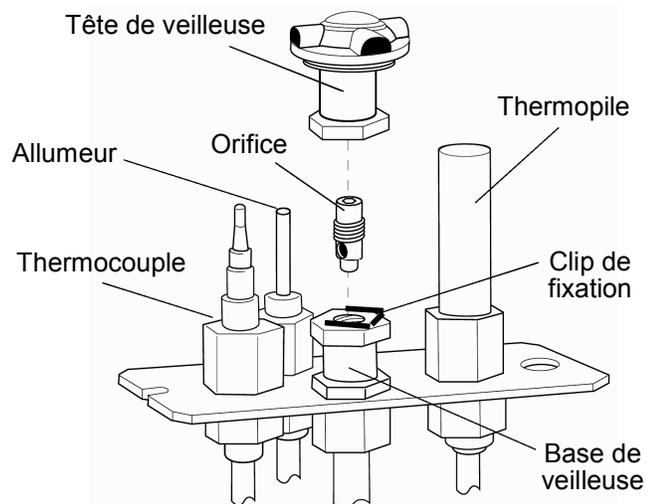

Figure 16. Retrait et remplacement de l'orifice de veilleuse.
11. **REPLACEMENT DE L'ORIFICE DE VEILLEUSE** : De l'intérieur de la chambre de combustion, retirez la tête de veilleuse en tirant vers le haut à partir de la base de la veilleuse. Voir fig. 16. Avec la clé Allen de 4 mm (incluse dans le kit) dévissez l'orifice de veilleuse (sens antihoraire). Remplacez-la par l'orifice adéquat.
12. Serrez l'orifice dans la base de la veilleuse. Pour éviter les fuites de dérivation, vérifiez que l'orifice est bien vissé : dessus d'orifice affleurant le dessus de base. Voir. Fig. 16. Réinstallez la tête de veilleuse en la poussant vers le bas sur la base de la veilleuse.